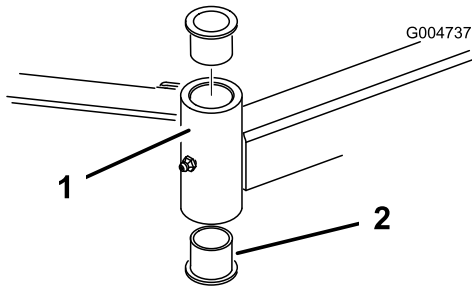

Figure 106
4. Insérez un chasse-goupille dans le haut ou le bas du tube de montage et chassez la bague hors du tube (Figure 106).